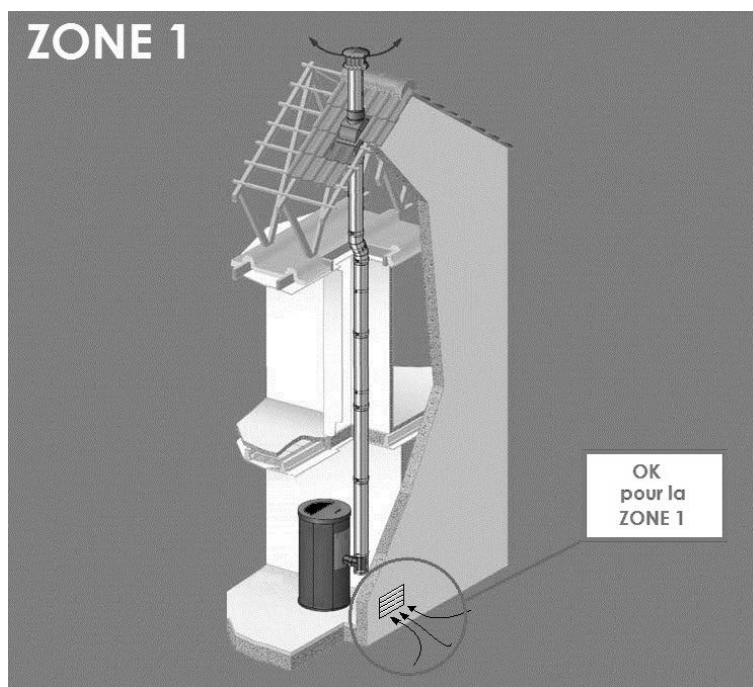

Fig. 9 - Installation possible pour tous les poêles (ZONE 1)
- L'afflux d'air entre l'extérieur et la pièce peut se produire directement, à travers une ouverture dans les murs extérieurs de la pièce (solution conseillée voir **Fig. 9**)